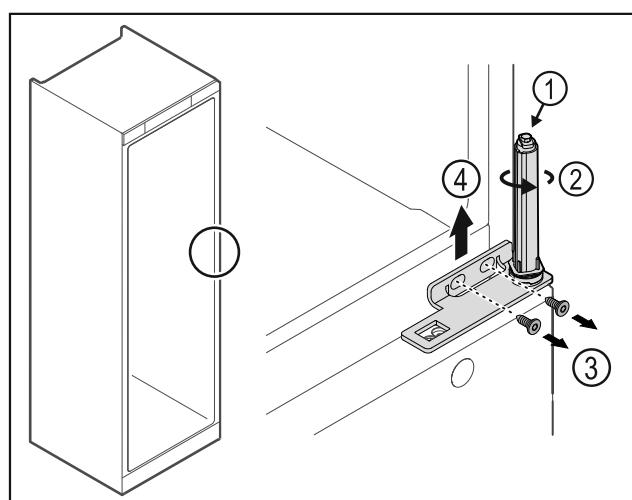

Fig. 33
- ▶ Не розбирати систему закриття дверей Fig. 33 (1).
- ▶ Повернути систему закриття Fig. 33 (2) до клацання.
- Ослабити гвинти Fig. 33 (3), шарнірний кутик Fig. 33 (4) зняти рухом вгору.